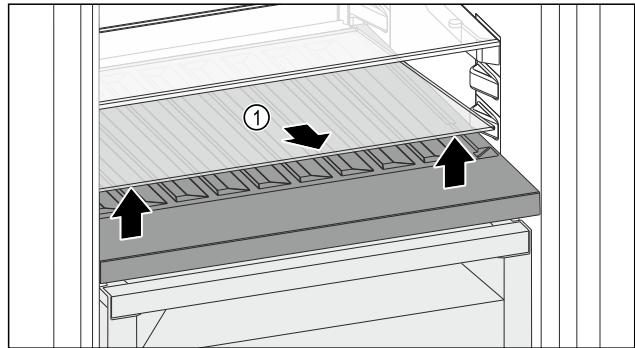

Fig. 123
- Повдигнете стъклена плоча Fig. 123 (1) при прореза отпред и извадете.
- Съхранявайте стъклена плоча Fig. 123 (1) на сигурно място извън уреда.